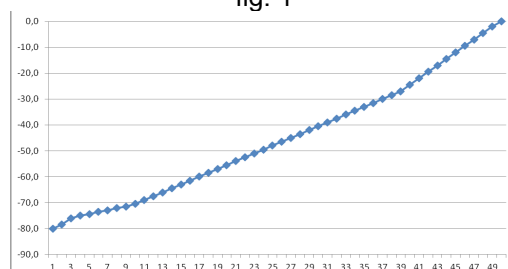

fig. 2
2. Curva #2 – Questa curva è adatta ai diffusori ad alta efficienza (fig. 2).